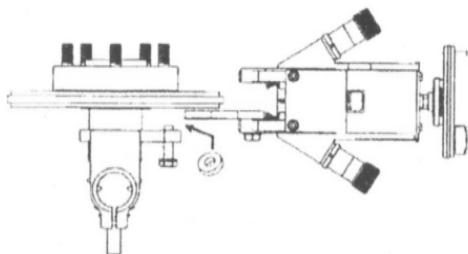

Рисунок 22
1. Установите CL-801 в правильное положение (рис.22 и 23).